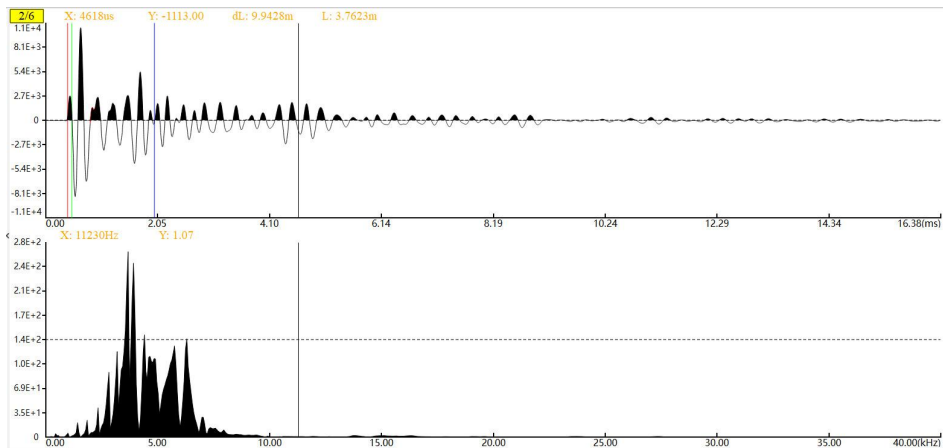

图 3-10 傅氏变换
- 傅氏变换: 对需分析的波形进行快速傅立叶变换 FFT, 产生频谱信息, 并显示在视图的第二块区域, 傅氏变换后波形如图 3-10 所示。在频谱图上(视图的第二块区域)分析该波形的特性, 首先找到波形的主频, 然后按住鼠标右键并移动(保证主频被覆盖到), 可自动获取拖动范围对应的频率区间并修改信号处理区域中数字滤波上/下限参数, 从而实现对立柱信号的滤波处理。傅氏变换快捷键为 。